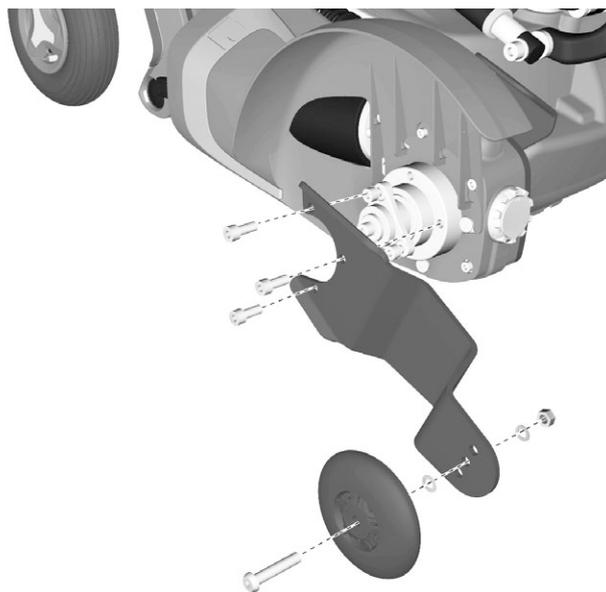

Abbildung 37. Stützradereinheit
3. Entfernen Sie die drei Schrauben, mit denen die Stützradereinheit befestigt ist. Siehe Abbildung. 37.
1. Stützradereinheit mit den drei Schrauben montieren. Siehe Abbildung. 37.